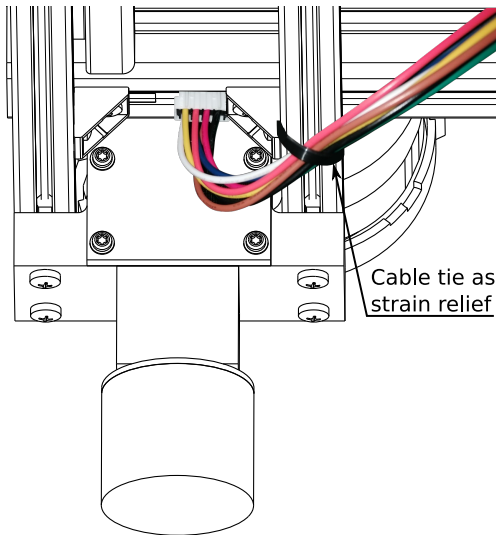

FIGURE 36 – Un collier de serrage fixe fermement le câble près de son connecteur. Le câble est verrouillé en place, réduisant l'usure sur le connecteur.
**Il est absolument primordial d'attacher chaque câble à un point d'attache solide près de son connecteur.** Un bon exemple est d'utiliser des colliers de serrage autour d'un profilé en aluminium. Voir Figure 36 ci-dessous.
- sur le câble Molex lorsqu’il se connecte aux actionneurs (voir Figure 36),